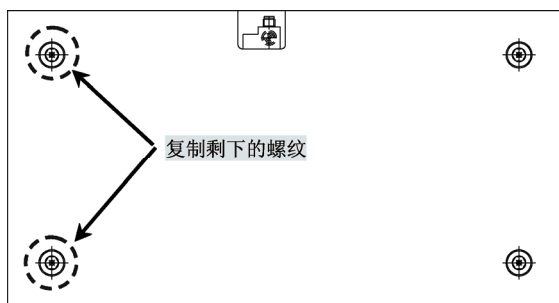

图 5-9 复制剩下的螺纹
3) 重复执行“增强复制”命令 (ampowercopy)，对左边的两个十字中心线进行螺纹的“增强复制”，如图 5-9 所示。